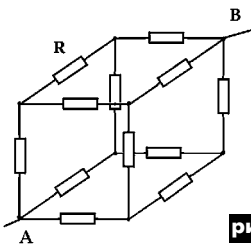

рис. 1
2. Обчислити опір у тт. А-В (рис. 1), якщо опір кожного резистора R . (8 оч.)